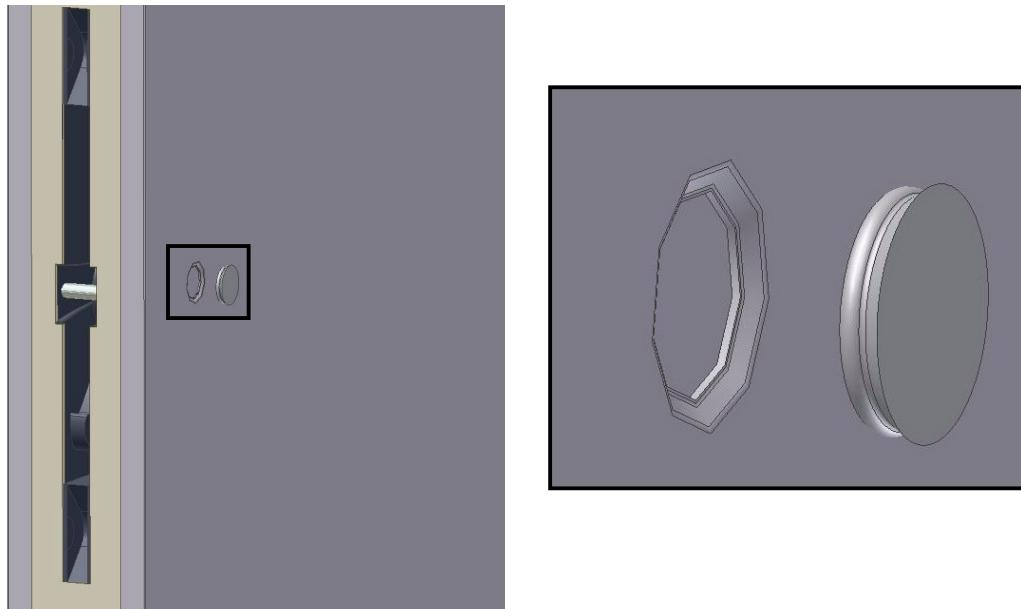

Fig. 7
- Despues de apretar todos los ganchos, colocar **tapones** en las perforaciones (Fig. 7)